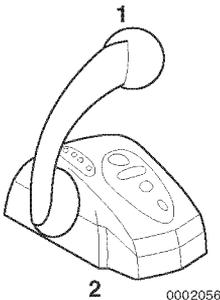

Abbildung 1
3. Steuerhebel am Steuerkopf (Abbildung 1, (2)) in Stellung N (NEUTRAL) (Abbildung 1, (1)) bringen.